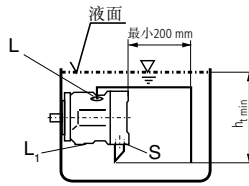

图 3
- 当油箱的最低液面在泵顶端之上，则“L1”口堵，“L”和“S”可开放并接管见图3。